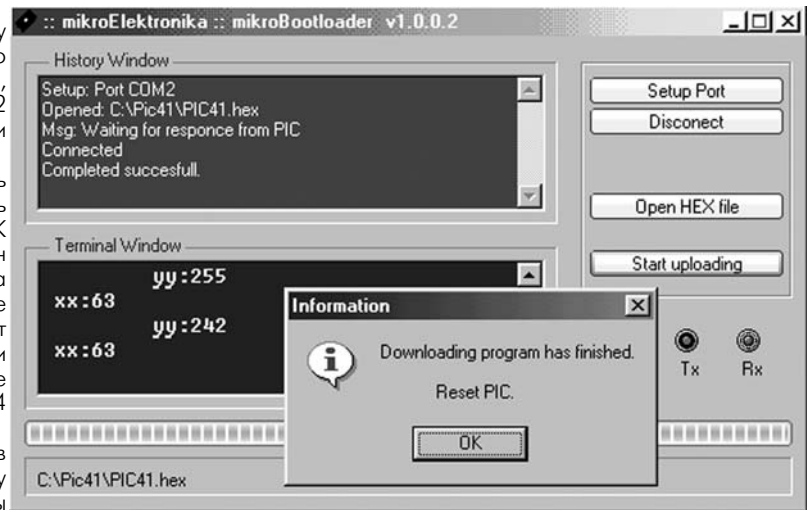

рис. 15
6. Выбрать опцию "Start uploading" и через 40...50 с наблюдать результаты (рис. 15). Нажать кнопку сброса SB2. Через 5 с произойдет старт программы электронного кубика. Разумеется, в качестве DD1 должен быть установлен МК PIC16F876A, для которого листинг 1 подходит без всякой коррекции.